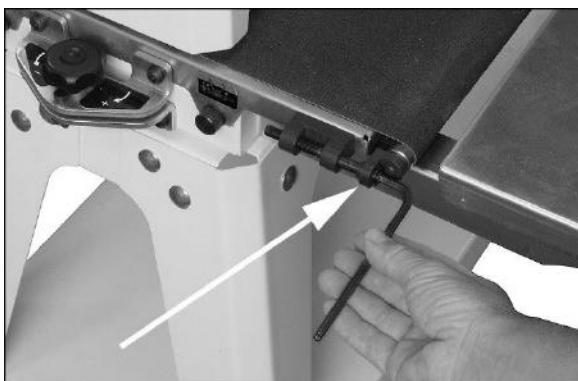

Abb. 8-3: Einstellung der Vorschubband-Spannung
2. Die Einstellschrauben (Abb. 8-3) auf beiden Seiten des Vorschubbandes mit einem 5-mm-Inbusschlüssel verstehen. Beiderseits gleich, um auf beiden Seiten in etwa die gleiche Bandspannung zu erhalten.